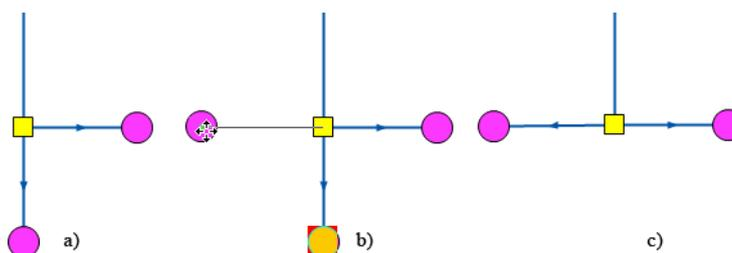

Рисунок 6.1. Перемещение объекта с сохранением связи
3. Нажать левую клавишу мыши и, не отпуская ее, начать перемещение (см. Рисунок 6.1, «Перемещение объекта с сохранением связи» b).
5. Отпустить левую клавишу мыши, для завершения перемещения (см. Рисунок 6.1, «Перемещение объекта с сохранением связи»с).